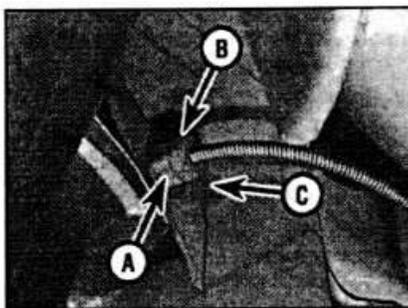

Рис. 9.57. Расположение гайки регулировки троса ручного тормоза (А), контргайки (В) и кронштейна (С).
- Снимите стопорный штифт с блока регулировки троса. Ослабьте регулировочное устройство и освободите троса из кронштейнов на днище автомобиля (см. рис. 9.57). Для этого извлеките пружинные скобы из направляющих троса.